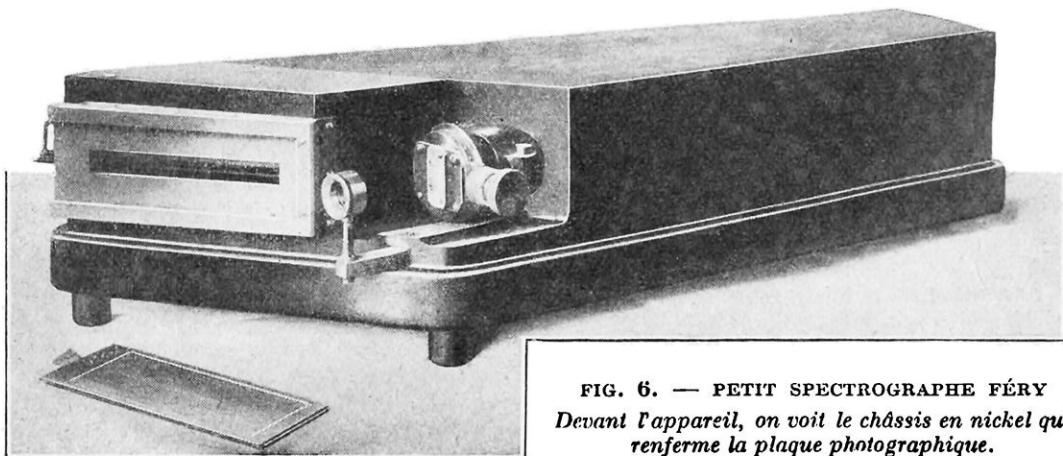

FIG. 6. — PETIT SPECTROGRAPHE FÉRY
M. Féry a également fait construire un petit *spectrographe* dont il a fourni les données (fig. 6 et 7) qui permet de remplacer par un document photographique facilement réali-